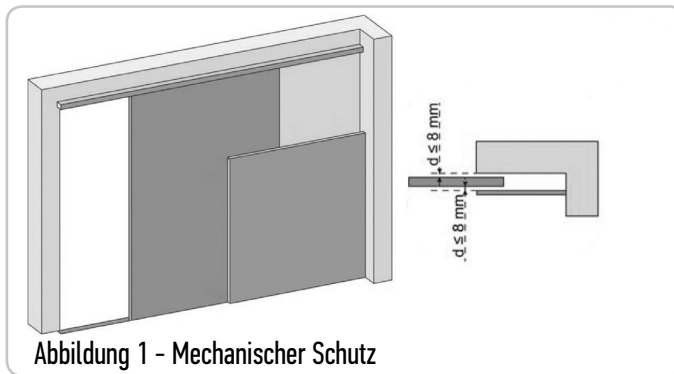

Abbildung 1 - Mechanischer Schutz
ZONE 2 Quetschgefahr an einem angrenzenden festen Bauteil	Hindemiserkennung durch den Antrieb. Es muss unbedingt geprüft und festgestellt werden, dass die Grenzwerte der Betriebskräfte und Reversierungszeiten gemäß Anhang A der Norm EN 12 453 eingehalten sind. Schutz durch eine mechanische Vorrichtung (siehe Abbildung 1) oder durch Sicherheitsabstände (siehe Abbildung 2)
**2 - PRODUKTBESCHREIBUNG****2.1 Lieferumfang - Abb. 1**